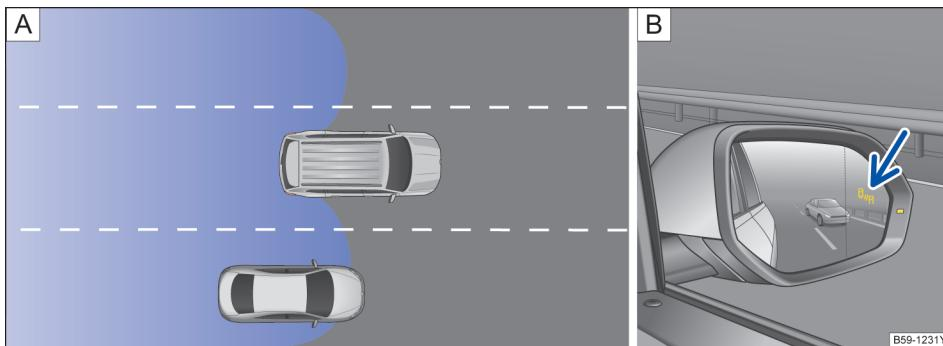

图 153 原理图: [A]: 超车和并道的行驶状况 [B]: 右侧车外后视镜上的变道辅助传感器显示
- 在以约 10 km/h 的速度差超越另一辆汽车时 → 图 153[A]。在明显快得多的超车过程时不会出现显示。